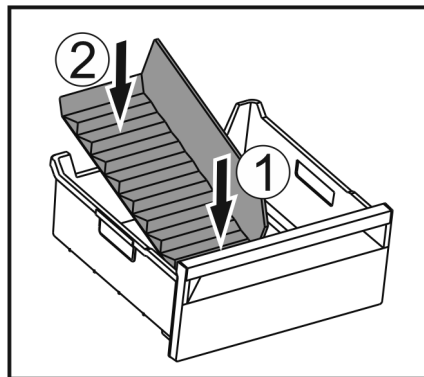

Fig. 113
► Vorderen Teil des Eisfach-Trenners einsetzen. Fig. 113 (1)
► Hinteren Teil des Eisfach-Trenners bis zum Schubfachboden absenken. Fig. 113 (2)